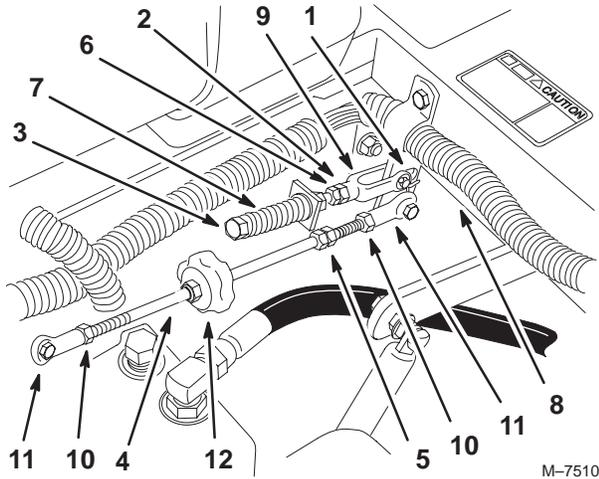

Figure 60
5. Placez le levier au point mort, **sans le verrouiller** (Fig. 60).
6. Tirez-le ensuite en arrière jusqu'à ce que l'axe de chape (situé sur le bras au-dessous de l'axe de pivot) touche l'extrémité de la fente (c.-à-d. commence juste à appuyer sur le ressort) (Fig. 60).
8. Si un réglage s'impose, desserrez l'écrou et l'écrou de blocage vissés contre la chape (Fig. 60).
- Serrez l'écrou et l'écrou de blocage (Fig. 60).
- Réglez la longueur de la tige de pompe en tournant le bouton dans le sens voulu, jusqu'à ce que la roue soit immobilisée ou tourne légèrement en marche arrière (Fig. 60).